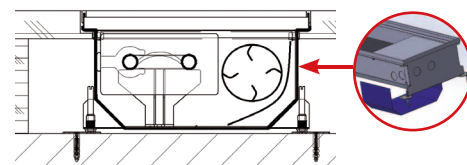

РИС. 5: Пустотелый пол – ребра жесткости для внутрипольного конвектора с вентилятором.
- При установке в пустотелый пол, особенно, если предполагается большая нагрузка (например, в общественных зданиях или офисных помещениях), необходимо с внешней стороны корпуса конвектора установить ребра жесткости для пустотелого пола. Ребра жесткости предназначены для обеспечения стабильности формы (Рис. 5).